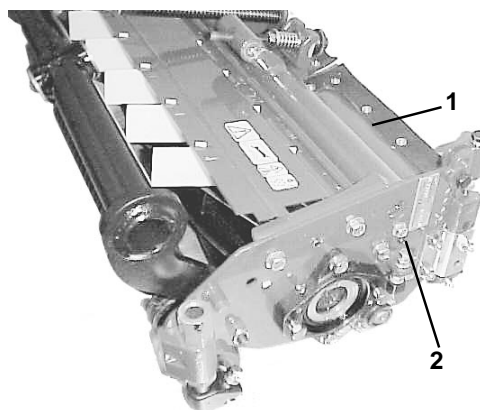

Fig. 4
1. For å åpne bakre vern (fig. 4) må du løsne flensskruen som holder vernet til venstre sideplate, dreie vernet til åpen stilling og trekke til skruen.